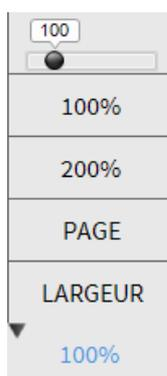

Fig 29
- Cliquez le bouton **Zoom**. Le menu suivant est affiché (Fig 29)